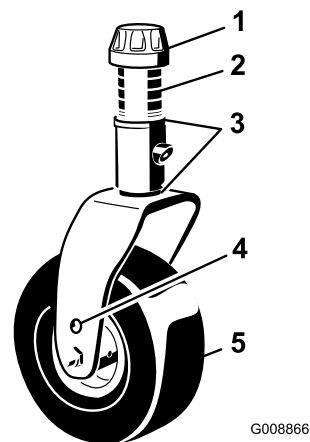

Figura 81
- Retire tampa de tensionamento do eixo roscado e desloque o fuso para fora do braço da roda giratória (Figura 81).